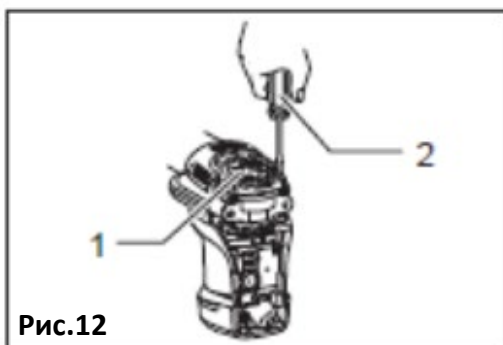

Рис.12
Рис.12а
Ослабьте четыре винта на крышке кривошипа (1) отвёрткой (2) и снимите её Рис.12. Удалите старую смазку внутри и добавьте свежую (30 г) Рис.12а. Используйте только оригинальную смазку для отбойных молотков (дополнительная принадлежность). Увеличение указанного количества смазки (прибл. 30 г) может привести к неправильной работе молотка или неисправности инструмента. Добавляйте только указанное количество смазки.